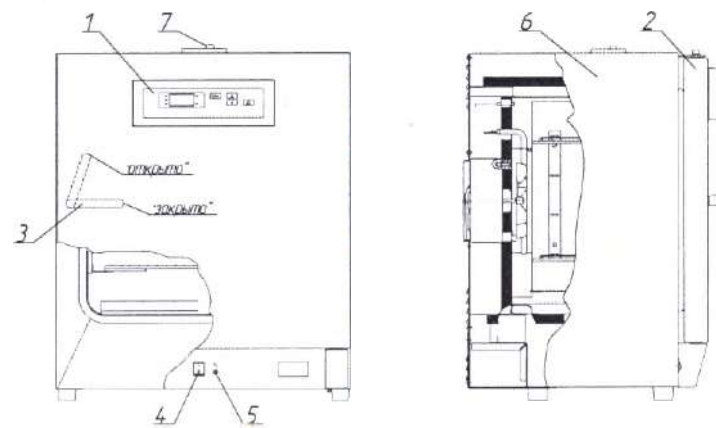

Рисунок 1. Общий вид.
Установить выключатель (поз. 4, рис. 1) в положение " I ". На блоке управления загорится индикатор (поз. 7, рис. 2), информационное табло (поз. 10, рис. 2) отображает текущую температуру в стерилизационной камере.
2.3.2 Установить выключатель (поз. 4, рис. 1) в положение " I ". На блоке управления загорится индикатор (поз. 7, рис. 2), информационное табло (поз.10, рис. 2) показывает текущую температуру в стерилизационной камере.
2.3.11 По окончании работы установить сетевой выключатель в положение "О" (поз. 4, рис. 1).